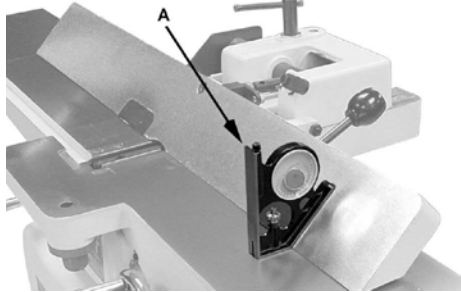

Рис. 27
1. Ослабьте фиксатор (А). Сдвиньте стопорную пластину (D) и расположите упор под углом 135°. Убедитесь, что упор находится напротив стопорного болта. (Е).
3. Поместите инструмент для измерения угла на стол и на упор, чтобы проверить правильность настройки угла 135° (А. рис. 27).
4. Чтобы отрегулировать положение, ослабьте стопорную гайку (F), поверните стопорный болт (Е) до тех пор, пока угол не составит 135°.
5. Затяните стопорную гайку (F).